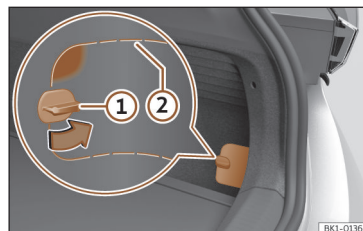

Fig. 61 Na parte inferior direita do revestimento da bagageira: tampa com linhas de corte.
- Rode 90° o fecho da tampa >>> Fig. 61 ①.
- Pressione a superfície para dentro por cima do fecho >>> Fig. 61 (zona assinalada).
- Introduza a mão pela abertura e solte a tampa puxando-a. Conforme o caso, aplique um objeto adequado pelas linhas de corte >>> Fig. 61 ②.